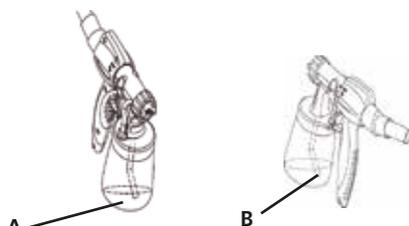

Fig. 4
- » Trabalhos na posição horizontal: posicione o tubo de alimentação para frente (Fig. 4/A);
- » Trabalhos na posição vertical: posicione o tubo de alimentação para trás (Fig. 4/B).